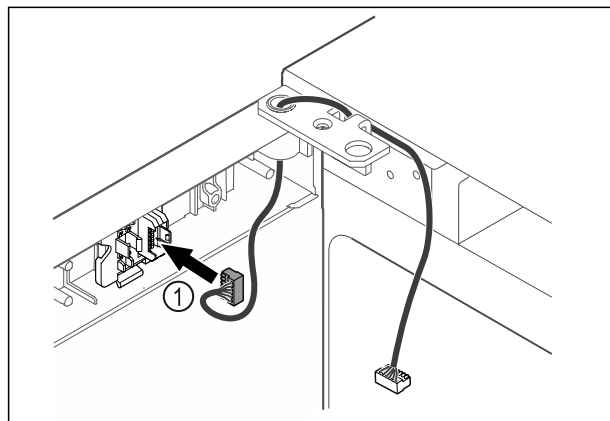

Fig. 44
- ▶ Stekker Fig. 44 (1) in stekkerhouder steken.